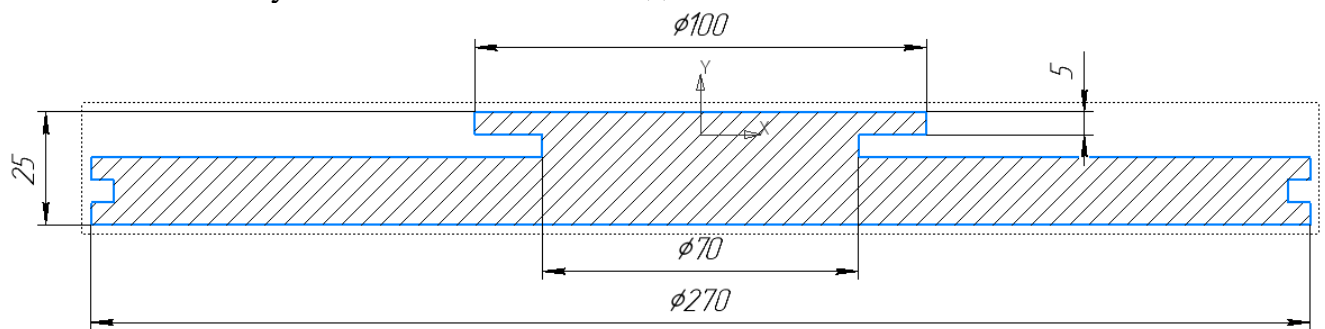

Рисунок 5. Вертикальный разрез детали.
- 26) На детали, полученной в задании 1 необходимо нанести окружности, а затем применить формообразующую операцию. На рисунке 3 представлен вид детали после выполнения задания 1. На рисунке 4 представлен дополнительный элемент, а затем примените к нему формообразующую операцию (рисунок 5);